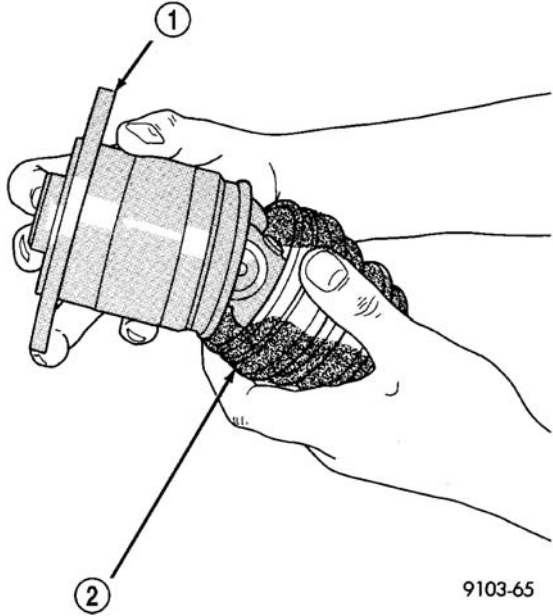

图 10 卸下等速万向节壳体
- (5) 从连接轴和三销式万向节总成上卸下等速万向节壳体 (图 10)。